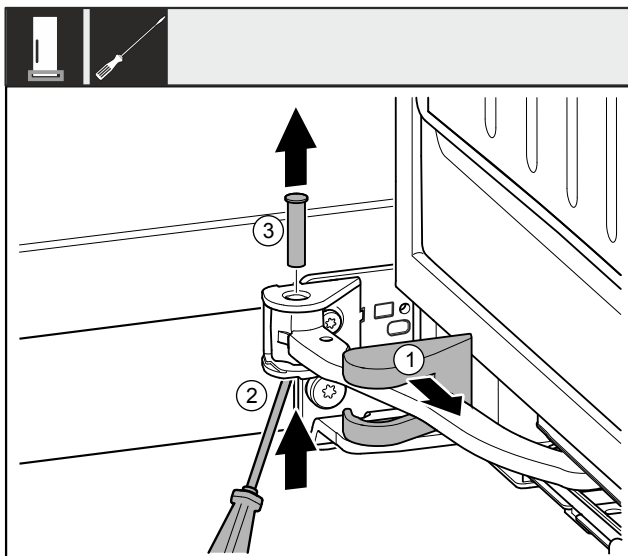

Fig. 9
- ▶ Stáhněte kryt stojanu ložiska Fig. 9 (1) a posuňte podél kloubu.
- ▶ Čep Fig. 9 (2) zespodu nadzvedněte šroubovákem.
- ▶ Čep Fig. 9 (3) vytáhněte shora.